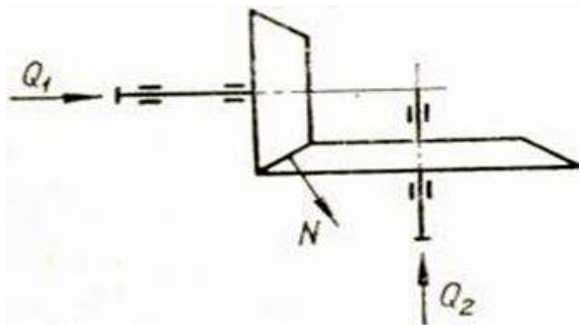

Рисунок 2.
23. В основу расчета фрикционных передач с линейным контактом (рис. 2) положена формула